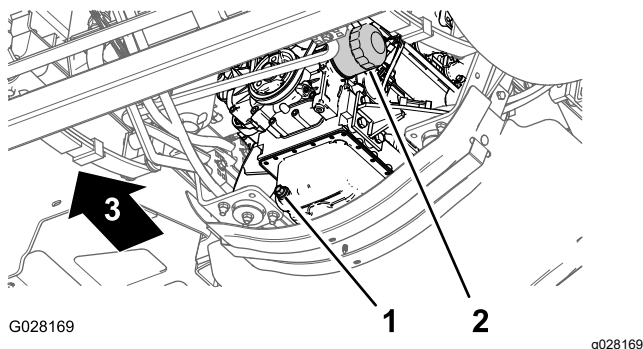

Bild 76
3. Fluchten Sie eine Auffangwanne unter dem Motorölfilter aus (Bild 76).
4. Entfernen Sie den alten Ölfilter (Bild 76).
8. Setzen Sie den Ölfilter in den Filteradapter ein und drehen Sie den Ölfilter nach rechts, bis die Gummidichtung den Filteradapter berührt. Ziehen Sie den Filter dann um eine weitere halbe Umdrehung an (Bild 76).
1. Stellen Sie eine Auffangwanne unter die Ablassschraube (Bild 76).
2. Nehmen Sie die Ablassschraube (Bild 76) ab und lassen Sie das Öl vollständig ablaufen.